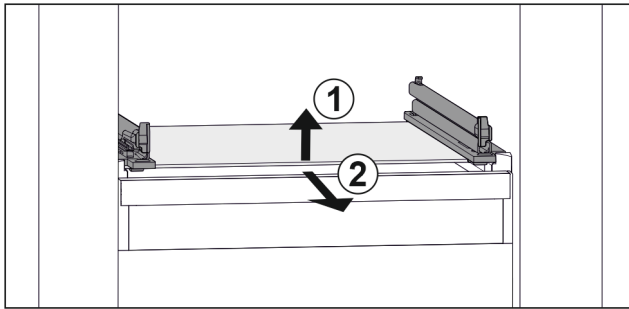

Fig. 114 Beispielhafte Darstellung der Glasplatte
- ▶ Glasplatte vorne anheben. Fig. 114 (1)
- ▶ Glasplatte nach vorne entnehmen. Fig. 114 (2)